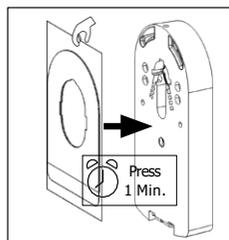

Fig. 2
2. Retire a fita adesiva do papel de suporte e cole-a na concha traseira limpa. Para isso, pressione a tira firmemente contra a concha traseira com vários dedos/polegares. Em seguida, pressione a fita adesiva completamente contra a concha traseira por pelo menos um minuto, a pressionar a concha traseira com a película protetora sobre uma mesa ou superfície semelhante. (fig. 2).